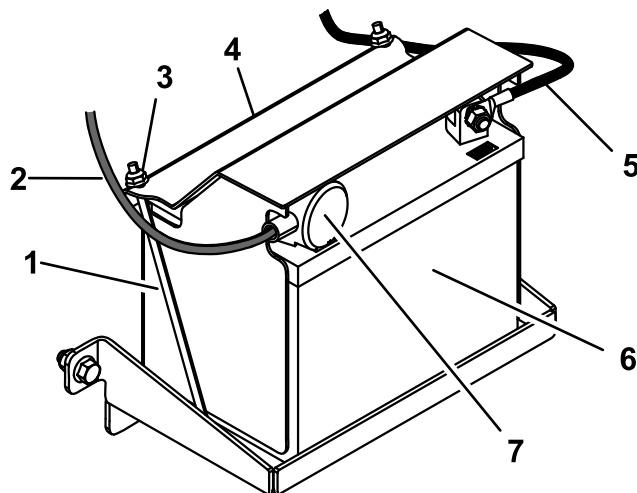

Figure 28
1. Placez la batterie sur son support et fixez-la avec le couvercle, les 2 tiges de fixation et les 2 écrous (Figure 28).
4. Placez le capuchon rouge sur la borne positive de la batterie (Figure 28).